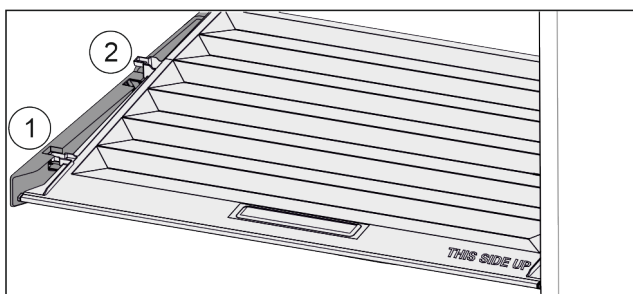

Fig. 33
- ▶ Vytáhněte víko dopředu až k otvoru v přídržných dílech Fig. 33 (1).
- ▶ Vzadu zesponu nadzvedněte a vyjměte směrem nahoru Fig. 33 (2).